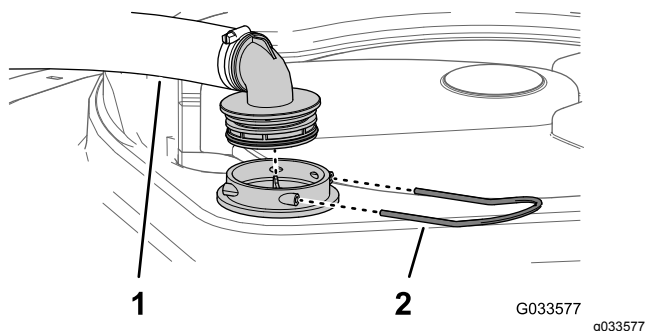

Figure 21
2. Au sommet de la cuve du pulvérisateur, retirez l'étrier qui fixe le raccord de flexible sur le grand flexible et le logement du filtre (Figure 21).
3. Retirez le flexible et le raccord du logement du filtre (Figure 21).